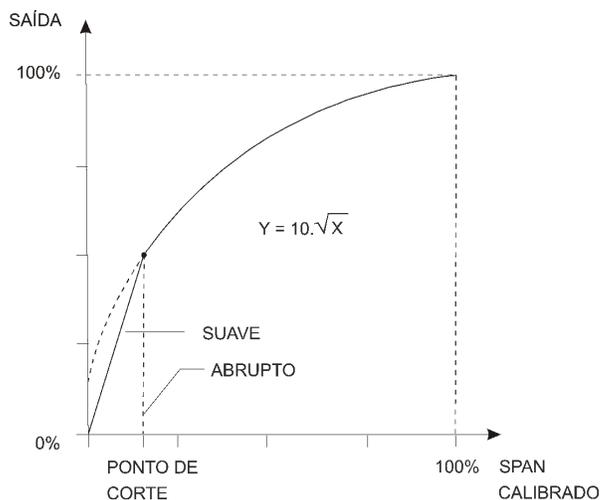

Figura 3.5 - Curva da Raiz Quadrada com o Ponto de Corte
**RAIZ** - Raiz Quadrada. Considerando que a pressão de entrada **X** varie entre 0% e 100%, a saída será  $10\sqrt{x}$ . Esta função é usada em medida de vazão usando, por exemplo, a placa de orifício, o tubo venturi, etc. A raiz quadrada tem um ponto de corte ajustável. Abaixo deste ponto a saída é linear com a pressão diferencial (Suave), como indicado pela Figura 3.5. Se o modo de corte for Abrupto, a saída ficará a 0% abaixo do ponto de corte. O valor default de corte é de 6% da faixa da pressão de entrada. O valor máximo de corte é de 100%. O corte é usado para limitar o alto ganho que resulta da extração da raiz quadrada em valores pequenos. Isto dá uma leitura estável em vazões baixas. Assim, quanto à raiz quadrada, os parâmetros configuráveis no **LD301** seriam: ponto de corte definido em um ponto da pressão em % e o modo do corte, se Abrupto ou Suave.